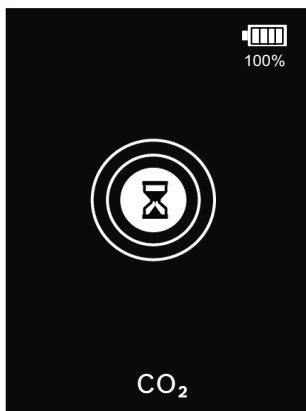

Fig. 5 : Cycle de préchauffage
- ⇒ Pour préparer le capteur, le IR LD 1.0 exécute automatiquement un cycle de préchauffage de 50–60 secondes. Le cycle de préchauffage est représenté par un sablier entouré d'une série d'anneaux concentriques qui s'allument à partir du centre (voir Fig. 5).